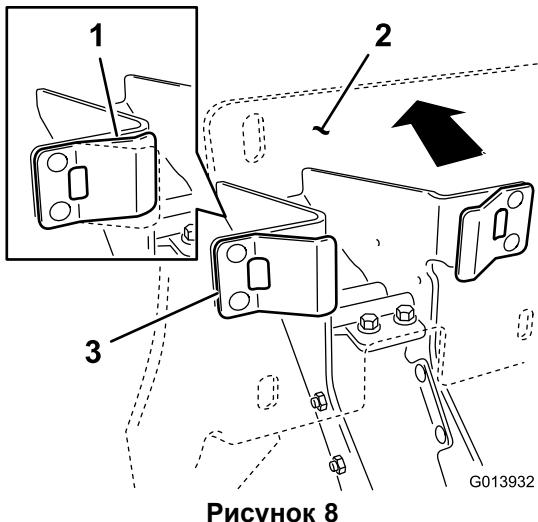

**Рисунок 9**
- Сохраняя усилие на опорной пластине, сдвиньте планку на себя, чтобы кромка пластины вошла в контакт с поперечиной (Рисунок 9).